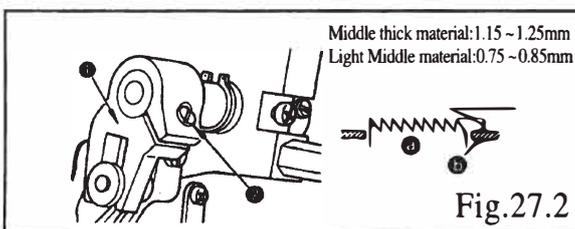

Fig.27.2
- ① Afloje el tornillo ② de la manivela ①
- ② Mueva la barra de alimentación hacia arriba o hacia abajo para realizar el ajuste.
- ③ Apriete firmemente el tornillo ②.
22.2. ALTURA DE LOS DIENTES DE ARRASTRE (FIG.27.2) (BORDE RECTO)